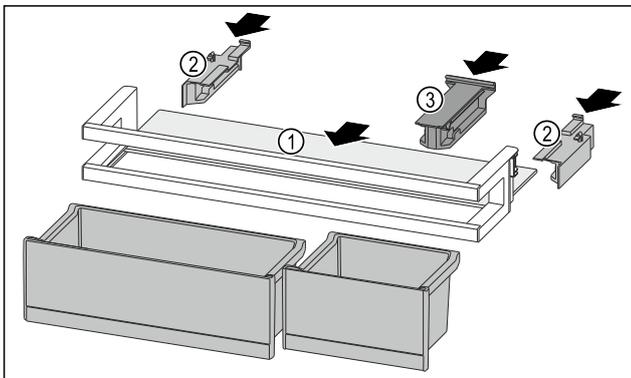

Fig. 88
- ▶ Inserire il ripiano Fig. 88 (1) negli incavi laterali.
- ▶ Inserire gli elementi laterali Fig. 88 (2).
- ▶ Inserire l'elemento di tenuta Fig. 88 (3).